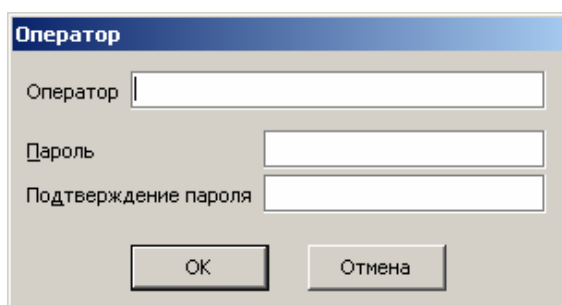

Рисунок 1.12
2. Нажмите клавишу [Insert] или значок  на функциональной панели окна, или выберите пункт меню «Оператор ⇒ Создать». Откроется окно «Оператор» (рис.1.12).
Вновь активируется окно «**Оператор**» (рис.1.12). Введите одинаковые значения в поля «**Пароль**» и «**Подтверждение пароля**» и нажмите кнопку <ОК>.